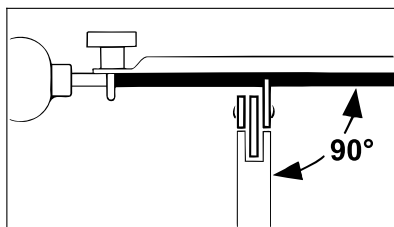
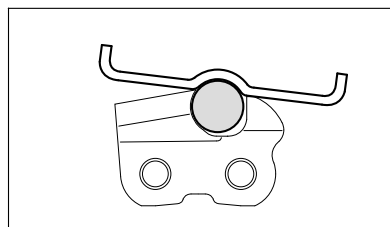

Рис. 64
Рис. 65
- Напильник направлять: горизонтально (рис. 64) (под прямым углом к боковой поверхности направляющей шины), соответственно заданным углам – согласно маркировкам на державке напильника – державку напильника наложить на спинку зубца и на ограничитель глубины (рис. 65)